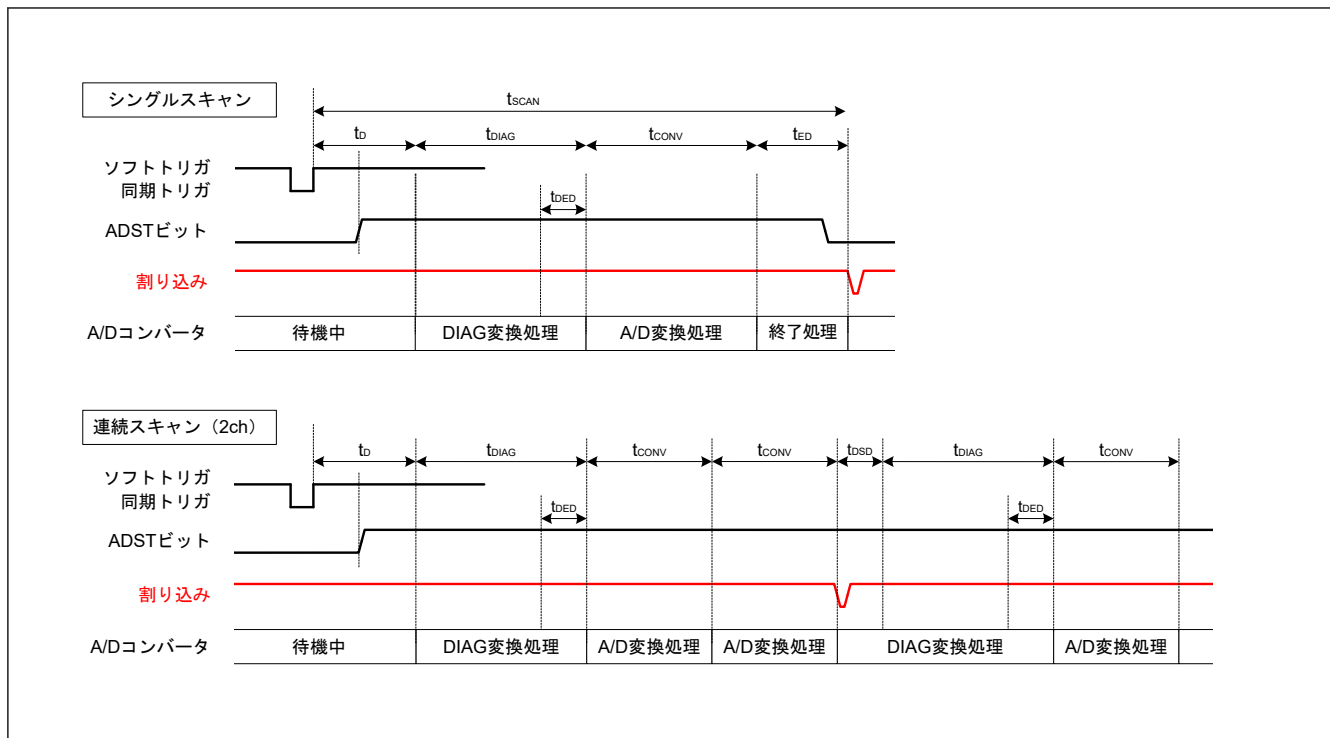
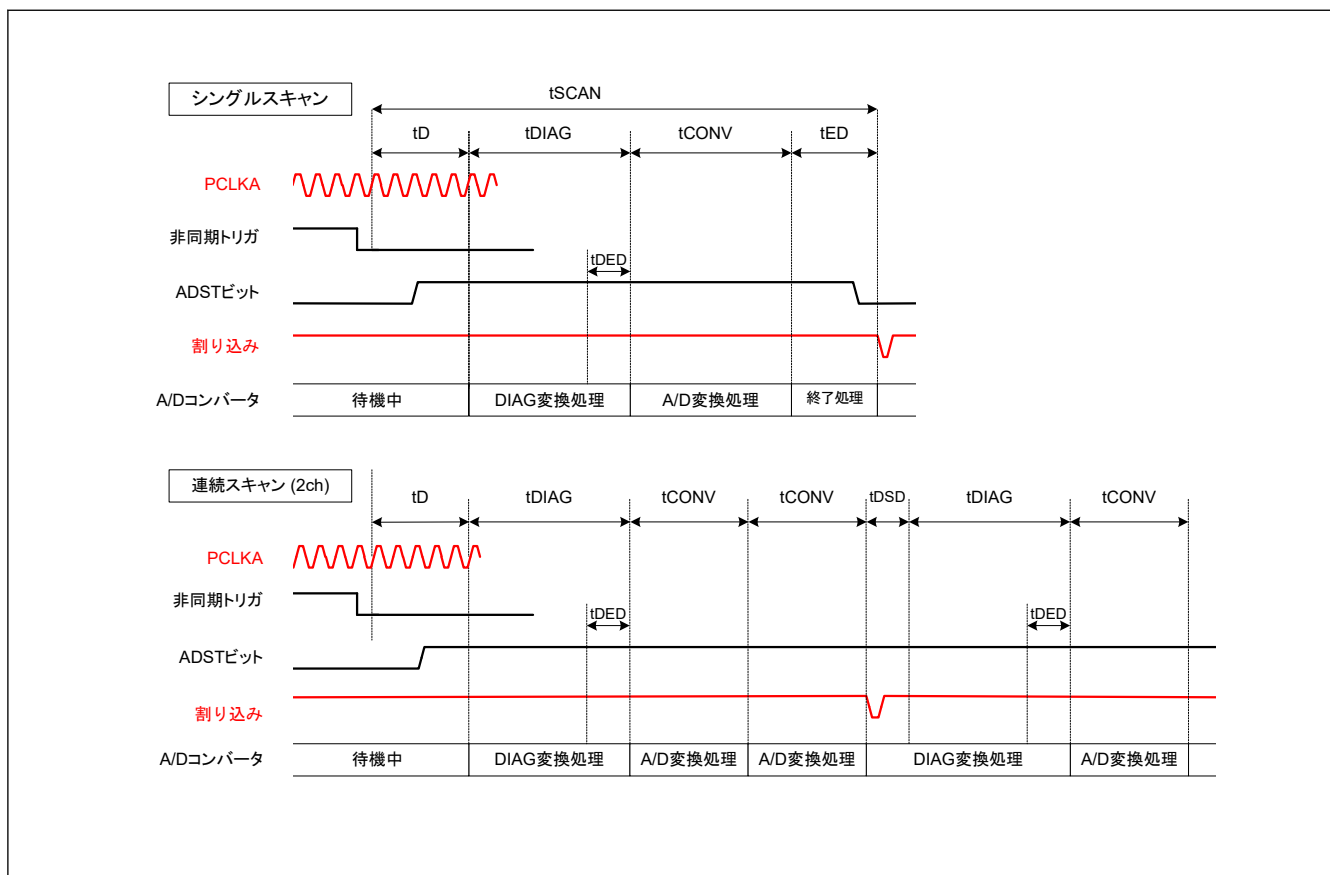

図 37.31 スキャン変換のタイミング (ソフトウェア起動または同期トリガ入力 (ELC) 起動の場合)
図 37.32 スキャン変換のタイミング (非同期トリガ入力 (ADTRG0) 起動の場合)
図 37.31 に、ソフトウェアトリガまたは同期トリガ (ELC) 起動によりスキャン変換を行う場合のタイミングを示します。また、図 37.32 に、非同期トリガ (ADTRGn (n = 0, 1)) 起動によるスキャン変換を行う場合のタイミングを示します。スキャン変換時間 (t_{SCAN}) はスキャン変換開始遅延時間 (t_D)、断線検出アシスト処理時間 (t_{DIS})^(注1)、自己診断変換時間 (t_{DIAG} および t_{DSD})^(注2)、A/D 変換処理時間 (t_{CONV})、スキャン変換終了遅延時間 (t_{ED}) を含めた時間となります。
- 注 1. t_D、t_{SPLSH}、t_{DIAG}、t_{CONV}、t_{ED} の各タイミングについては、図 37.31 および 図 37.32 を参照してください。